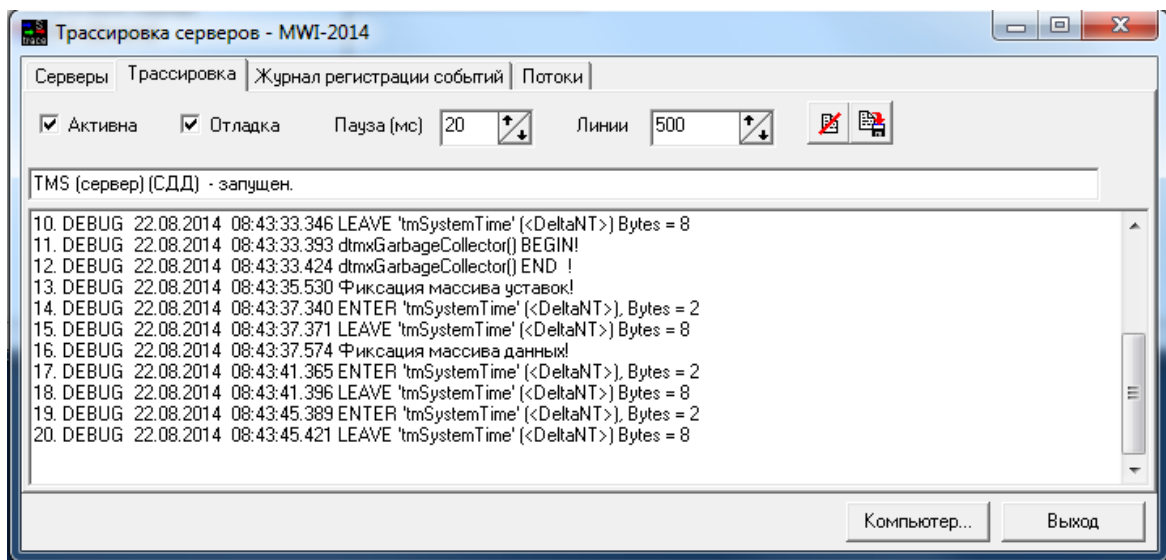

Рис. 14.5 Программа «Трассировка серверов» («Трассировка»)
- ЛКМ выбрать закладку «Трассировка». Откроется окно трассировки сервера (см. Рис. 14.5).